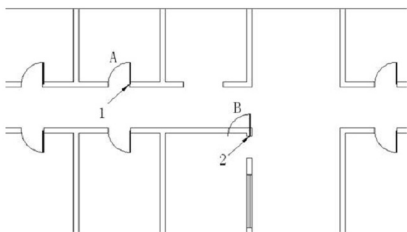

图 2.94 将 A 门复制到 B 处
(1) 用【复制】命令将 A 门复制到 B 处，如图 2.94 所示。
① 单击【修改】工具栏上的【复制】图标（快捷键 CO），启动【复制】命令。
② 在**选择对象:**提示下，选择 A 门作为被复制的对象，并按 Enter 键进入下一步命令。
③ 在**指定基点或 [位移(D)]<位移>:**提示下，捕捉 A 门的 1 点作为复制基点。
④ 在**指定第二个点或<使用第一个点作为位移>:**提示下，捕捉 B 门洞口的 2 点。这样，就将 A 门复制到了 B 门洞口处。
(2) 用【旋转】命令将 B 门旋转到位。
① 单击【修改】工具栏上的【旋转】图标（快捷键 RO），启动【旋转】命令。